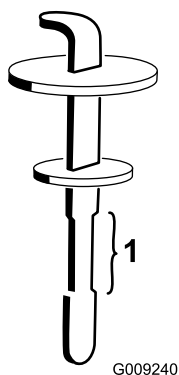

Рисунок 128
5. Извлеките масломерный щуп из заливной горловины и протрите его чистой ветошью. Вставьте масломерный щуп в заливную горловину; затем извлеките его и проверьте уровень жидкости (Рисунок 128).